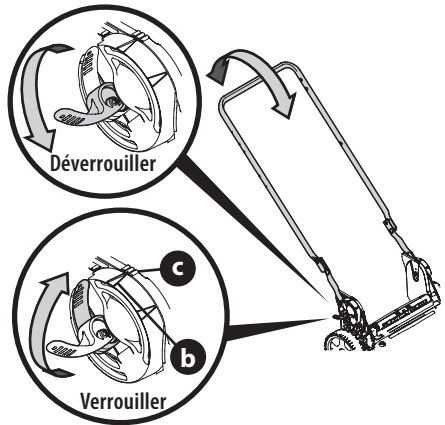

Figure 18
1. Abaissez les deux leviers de réglage pour les déverrouiller (Figure 18).
3. Relevez les deux leviers de réglage. Voir l'encadré de la Figure 18.